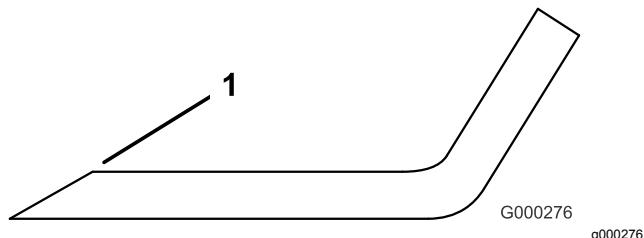

Figura 106
1. Utilice una lima para afilar el filo de corte en ambos extremos de la cuchilla (Figura 106).